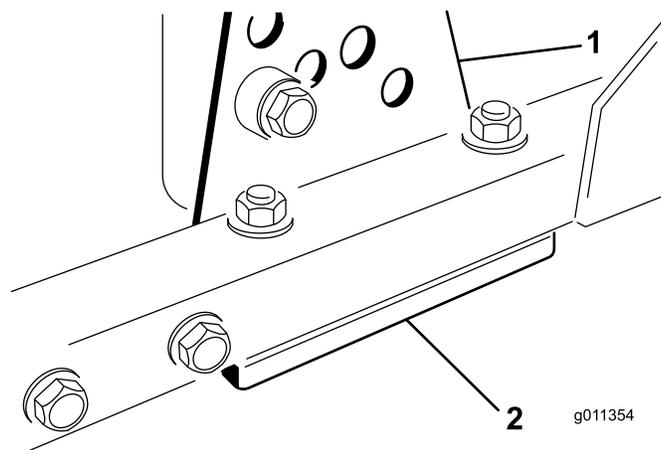

Figure 82
1. Retirez le support de hauteur de coupe (avant, gauche ou droit) du cadre de l'unité de coupe (Figure 82).
2. Placez des cales de 1,5 mm et/ou des cales de 0,7 mm entre le cadre et le support de l'unité pour obtenir la hauteur de coupe voulue (Figure 82).